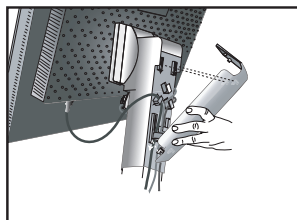

Figura 7
6. Sujete firmemente todos los cables y coloque la cubierta para cables sobre el soporte (Figura 7).